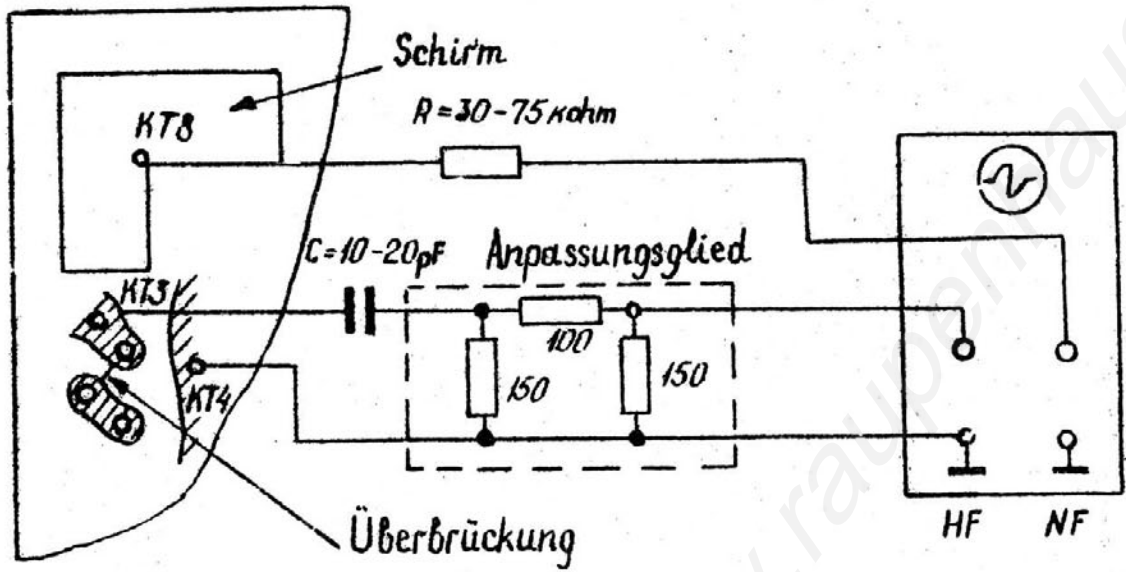

Abb. 6. Anschlußbild zum Abgleich der 2. und der Endstufe des Bild- und Ton-ZF-Verstärkers
- Signal vom HF-Ausgang des Wobbelgenerators analog dem Kontrollpunkt KT3 zuführen. Anschlußbild zeigt Abb. 6;
- Brücke zwischen R11, C22 und KT3 C24, die in Abb. 6 gezeigt ist, ablöten;
d) Brücke nach Abb. 6 einlöten